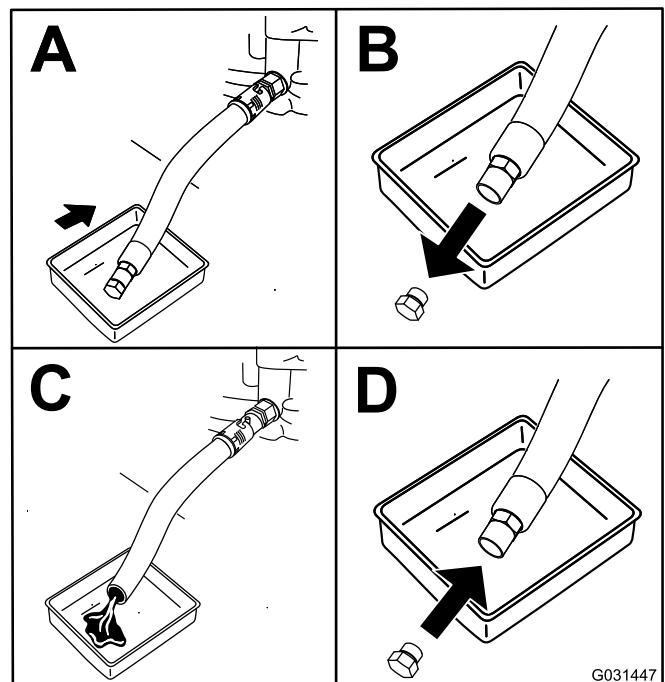

Figura 41
4. Mude o óleo do motor como se mostra na Figura 41.